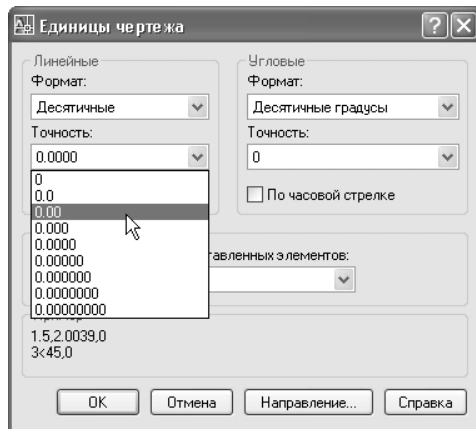

Рис. 3.2 ▼ Раскрывающийся список **Точность** (Precision) для системы единиц **Десятичные** (Decimal)
4. Теперь обратите внимание на два раскрывающихся списка **Точность** (Precision), которые в группах **Линейные** (Length) и **Угловые** (Angle) находятся под списками **Формат** (Type). Щелкните на кнопке раскрытия списка **Точность** (Precision) в группе **Линейные** (Length). Список откроется, и в нем будут перечислены допустимые значения точности для системы единиц **Десятичные** (Decimal) (рис. 3.2).